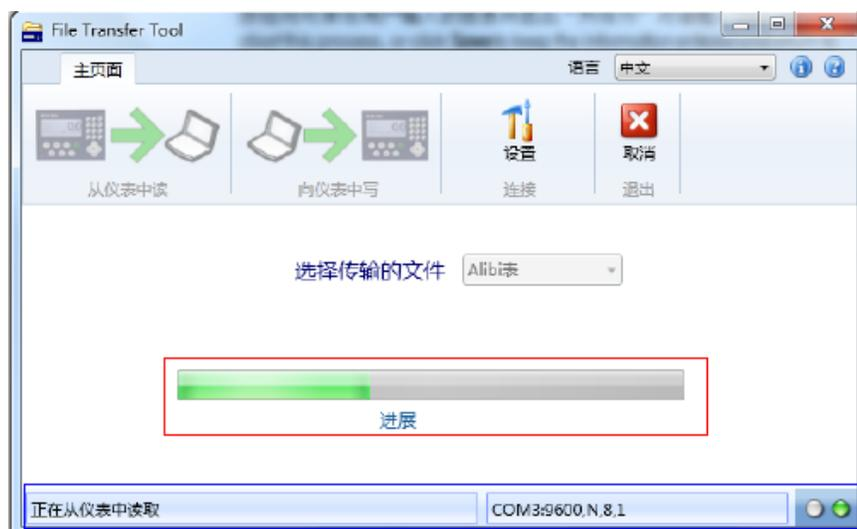

图 3-4: 文件传输进度显示
- 一旦启动传输操作，在主界面上将出现进度条指示读取操作进度信息，如图 3-4 所示。